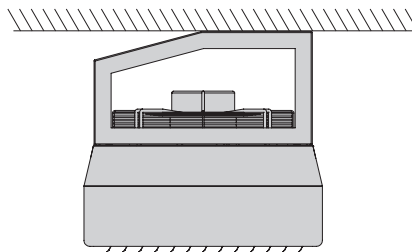

Рис. 1
- Тепловентилятор может быть смонтирован как в качестве настенного агрегата, так и в качестве потолочного агрегата (рис. 1).